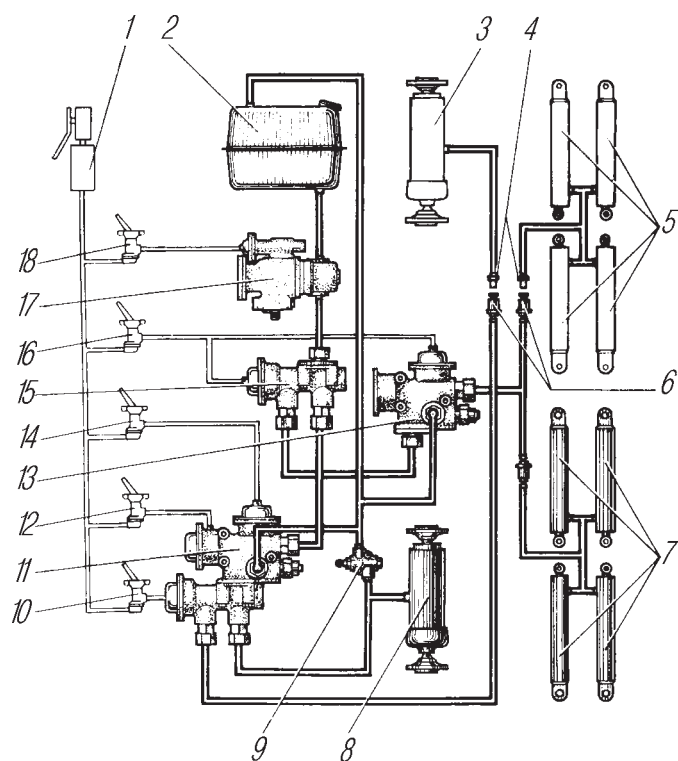
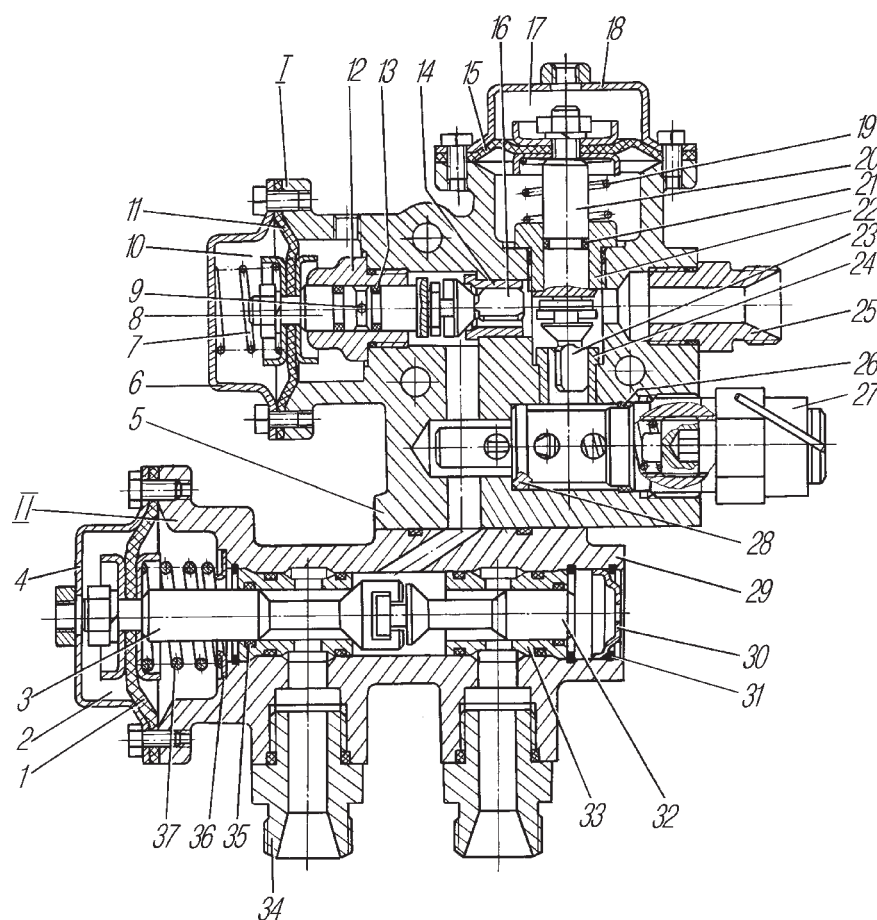
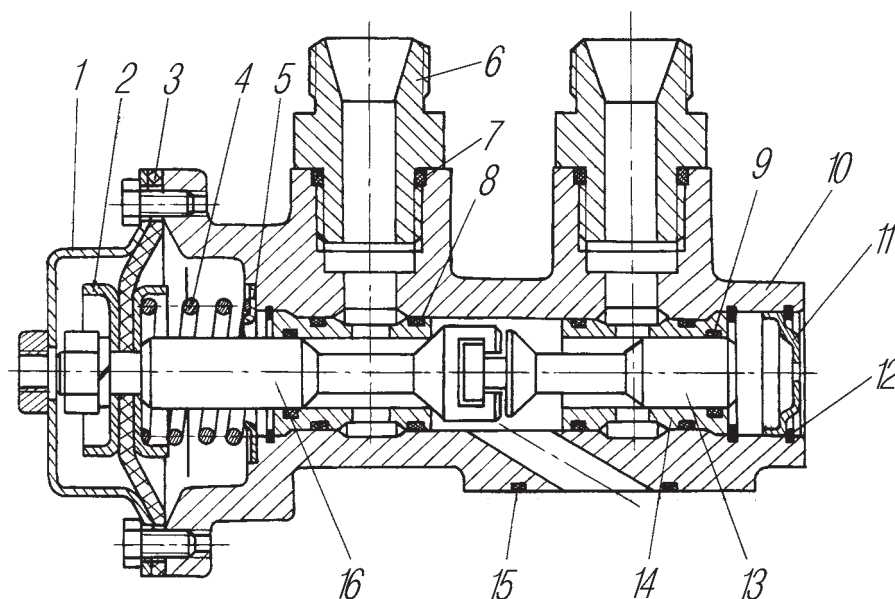

Рис. 109. Схема пневмогидравлическая самосвальной установки автомобиля Урал-5557-40:
Рис. 120. Блок гидрораспределителей:
Рис. 121. Гидрораспределитель закрывания бортов платформы:
Механизмы самосвальной установки автомобилей Урал-5557-40 (рис. 109) обеспечивают: подъем и опускание платформы, остановку ее в любом положении, закрывание боковых бортов, автоматическое ограничение максимального угла наклона платформы, автоматическое ограничение максимального давления масла в гидросистеме. При подсоединении к гидровыводам автомобиля (см.рис. 20) гидравлической системы прицепа обеспечиваются также подъем и опускание платформы прицепа и закрывания его бортов.
**Блок гидрораспределителей** служит для управления потоком рабочей жидкости в гидросистеме и состоит из крана управления I (рис. 120) и гидрораспределителя II. В корпус 5 крана запрессованы седла 14 и 24 клапанов 16 и 23 и ввернуты штуцеры 12 и 22, служащие направляющими толкателей 8 и 20. Соединение клапанов с толкателями типа «ласточкин хвост» исключает заклинивание клапанов в седлах при несовпадении осей толкателей и седел. Толкатели соединены с диафрагмами 11 и 15, расположенными в полостях пневмокамер,
В корпусе 29 гидрораспределителя установлены седла 33 с клапанами 32 и 3 и ввернуты штуцера 34. Клапан 3 соединен с диафрагмой 1 пневмокамеры, закрытой крышкой 4. Пружина 37 удерживает клапан 3 в закрытом, а клапан 32 — в открытом положении. Подвижные и неподвижные соединения уплотнены резиновыми кольцами. В нейтральном положении клапанов блока масло от насоса по трубопроводам через гидрораспределитель 15 (см.рис. 109) крана управления I (см.рис. 120) и открытый клапан 23 идет на слив.
При подъеме платформы автомобиля (прицепа) гидроцилиндры закрывания бортов соединены со сливной магистралью. При закрывании бортов воздух подается одновременно в пневмокамеры крана управления и гидрораспределителя (см.рис. 109). Клапан 16 (рис. 121) гидрораспределителя открывается, а клапан 13 закрывается. В кране управления клапан 14 (рис. 122) перекрывает сливную магистраль, и масло поступает в штоковые полости гидроцилиндров закрывания бортов. От перегрузки механизмы защищены предохранительным клапаном 15, отрегулированным на давление 10 МПа (100 кгс/см2). Изменять регулировку при эксплуатации не допускается.